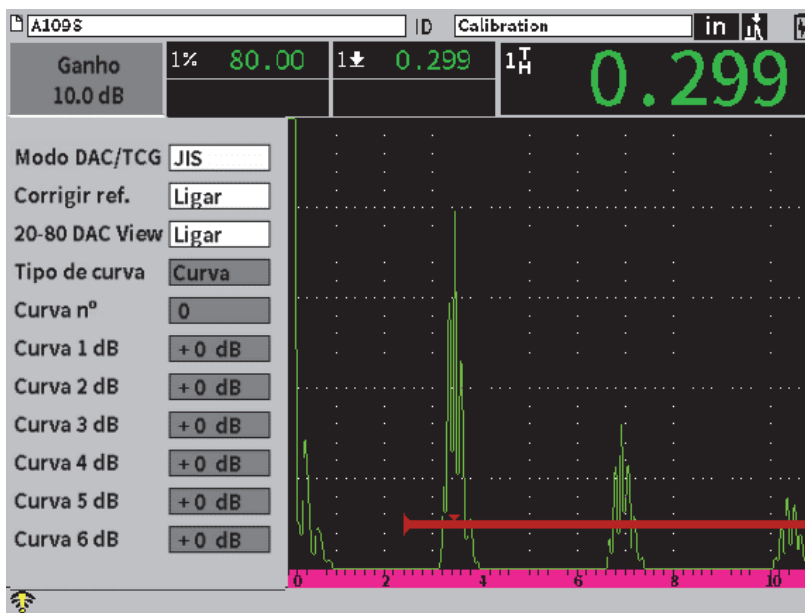

Figura 11-15 Modo JIS
2. Na caixa de diálogo DAC/TCG, gire o botão de ajuste para definir o modo **DAC/TCG para JIS** (veja Figura 11-15 na página 194):